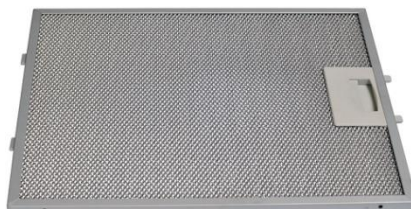

Рис. 2
2. Снимите алюминиевый жирособирающий фильтр (рис. 2).
7. Установите жироулавливающий фильтр (рис. 2).